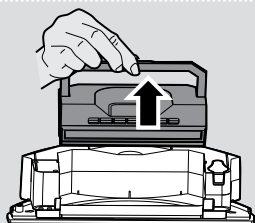
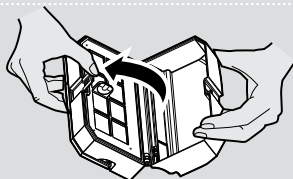
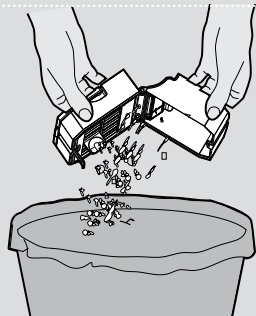
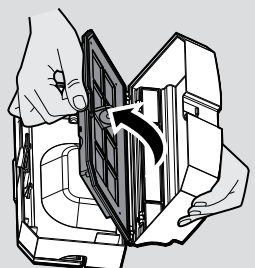

Рис. 10
Рис. 11
Рис. 12
Рис. 13
2. Поднимите пылесборник за ручку, [Рис. 10], откройте пылесборник в указанном месте, освободив зажим [Рис. 11]. Опорожните пылесборник над мусорным ведром. [Рис. 12]
2. Снимите пылесборник и опорожните его. [Рис. 10,11,12] Откройте пылесборник, затем снимите фильтр EPA с сетки фильтра и очистите их по отдельности. Сборка производится в обратном порядке, по окончании убедитесь, что фильтр собран правильно. [Рис. 13,14]